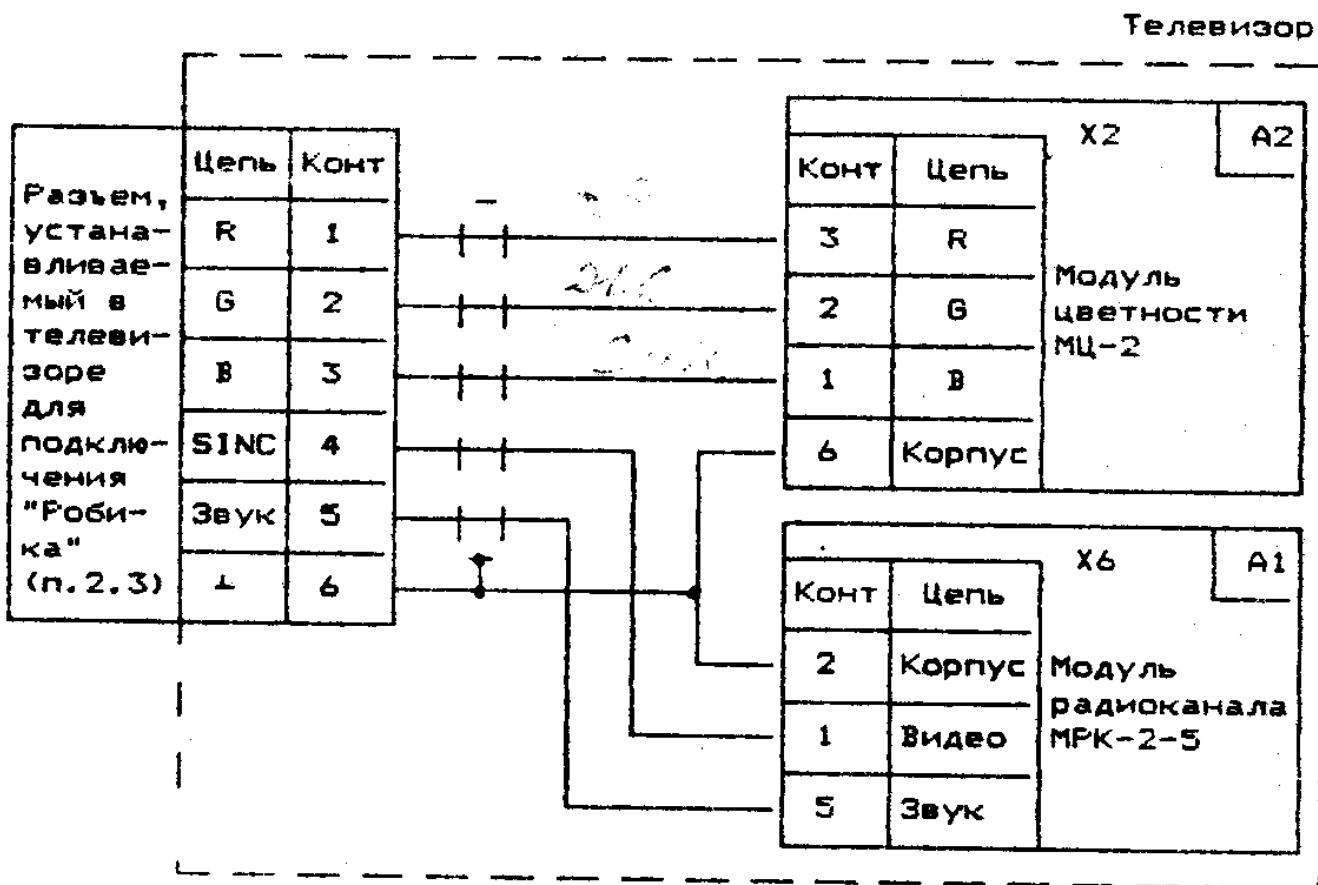

Рис.1
3. В качестве примера доработки телевизоров третьего поколения на рис.1 приведена схема доработки телевизоров "Электрон Ц280", "Электрон Ц380" и их модификаций. Все телевизоры третьего поколения с модулем цветности МЦ-2 дорабатываются аналогично.